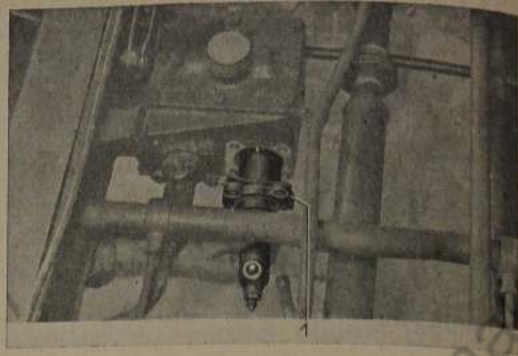

Bild 803: **Hauptzylinder-Einsatz herausnehmen**
4. Hauptzylinder-Einsatz aus dem Gehäuse herausnehmen (Bild 803).